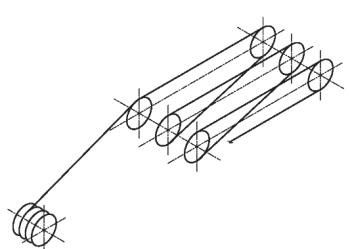

図2 起伏用ワイヤロープの掛け方
- (2) 起伏用ワイヤロープが図2に示す構成となっている。定格質量時の起伏用ワイヤロープの張力 $S2$ [N] を求めよ。ただし、卷上げ用ワイヤロープの張力、卷上げ・起伏用ワイヤロープの質量及びシープ効率は考慮しなくてよい。
- (3) 卷上げ用電動機の出力 P [kW] を求めよ。ただし、機械効率 η は 0.85 とし、慣性力は考慮しなくて良い。
- (4) 卷上装置の設計仕様を満足するために、卷上装置に必要な減速機の減速比 i を求めよ。